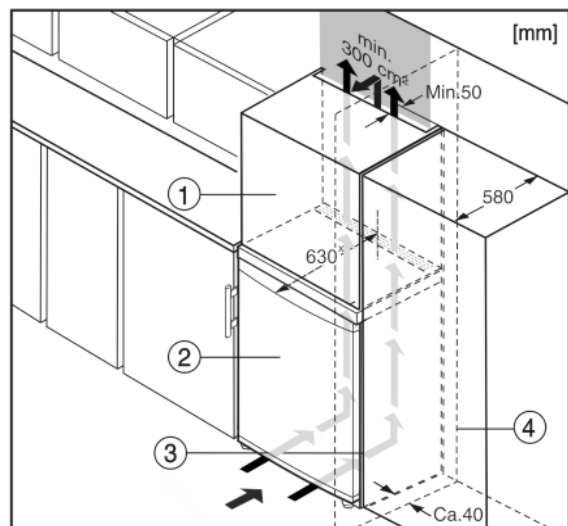

Fig. 5
L'appareil peut être réagencé avec des buffets de cuisine. Pour adapter l'appareil *Fig. 5 (2)* à la hauteur du coin cuisine, une rehausse *Fig. 5 (1)* peut être posée sur l'appareil.
Lors de la transformation avec des placards de cuisine (profondeur max. 580 mm), l'appareil peut être placé directement à côté du placard de cuisine *Fig. 5 (3)*. L'appareil dépasse latéralement de 34 mm × et de 50 mm × au centre de l'appareil par rapport à la face avant du placard de cuisine.
Si l'appareil est installé avec les charnières à côté d'un mur *Fig. 5 (4)*, la distance entre l'appareil et le mur doit être de 40 mm min. Ceci correspond à la saillie de la poignée lorsque la porte est ouverte.